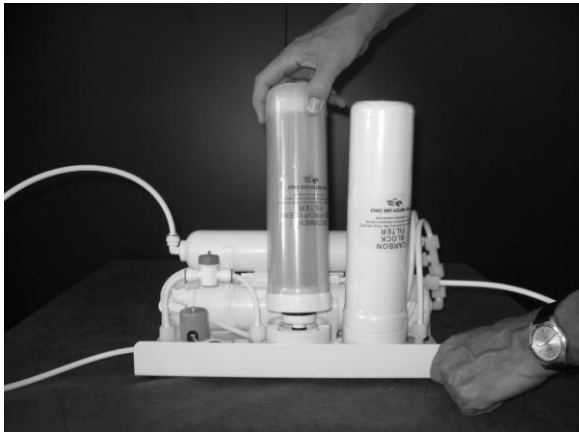

Abb. 1
3. **PURA PLUS™** auf einer ebenen Fläche aufstellen und den Ablagerungsvorfilter und den Carbon-Block Filter abschrauben und entfernen (Abb. 1 & 2). Das auslaufende Wasser mit Papier oder Lappen aufnehmen.